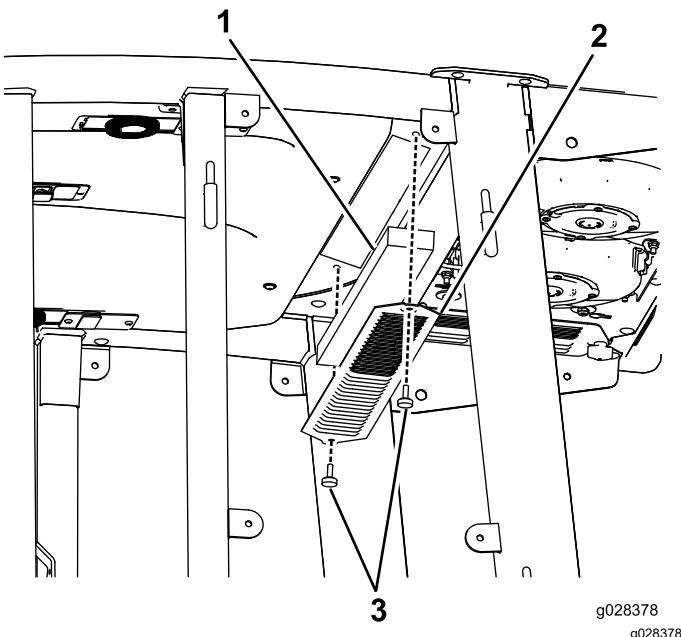
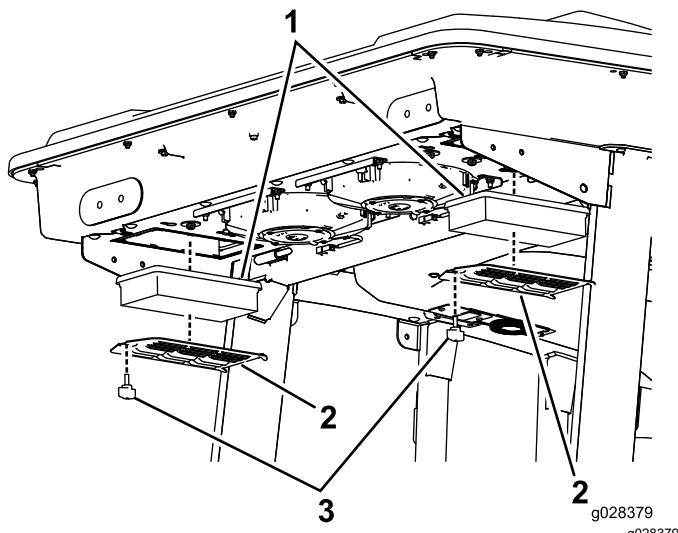
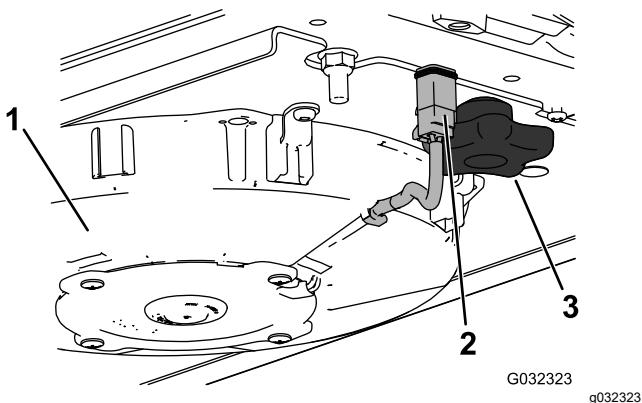
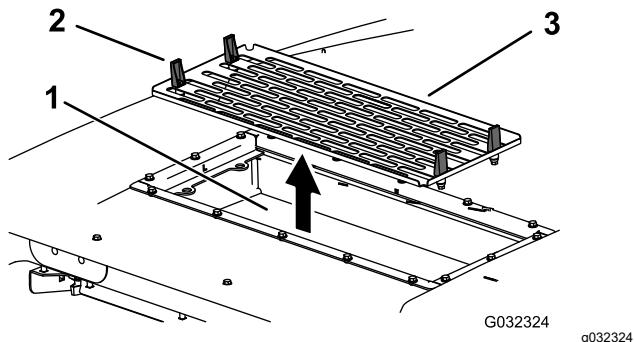

Figura 130
Figura 131
Figura 133
Figura 134
- Retire los tornillos y las rejillas que cubren el filtro interior y el trasero de la cabina (Figura 130 y Figura 131).
4. Retire los filtros de aire (consulte Figura 131).
6. Instale los filtros de aire, la rejilla y el conjunto del ventilador (Figura 131, Figura 133 y Figura 134).
7. Conecte el cable de cada ventilador (Figura 133).